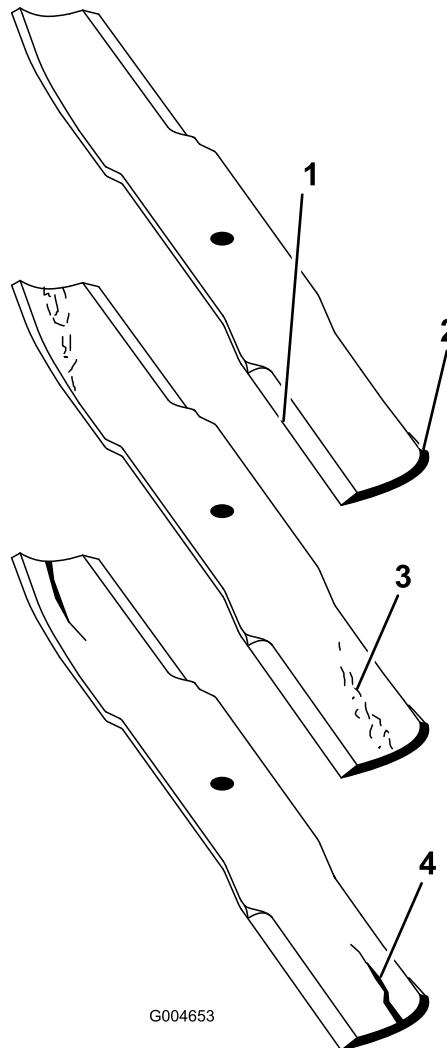

Рисунок 65
1. Проверьте режущие кромки (Рисунок 65). Если кромки не острые или зазубренные, снимите ножи и заточите их. См. «Заточка ножей».
2. Проверьте ножи, особенно в области крыла (Рисунок 65). При обнаружении признаков повреждения, износа или образования зазора в этой области (Рисунок 65), немедленно установите новый нож.